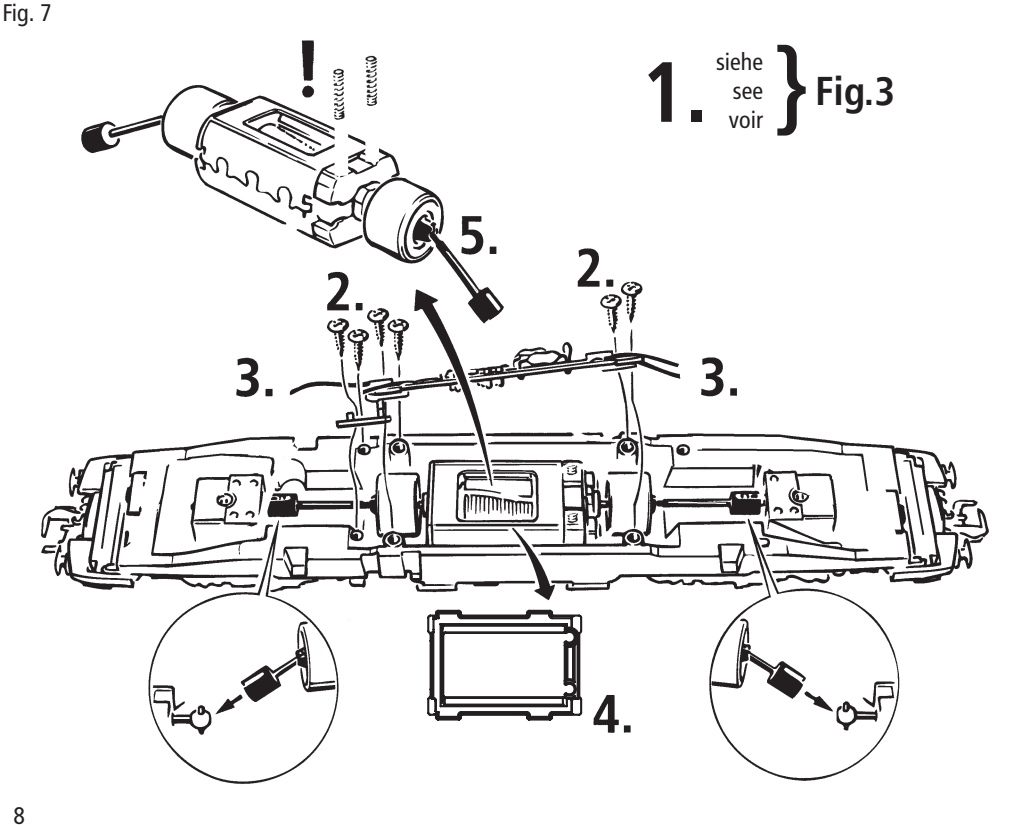

Fig. 8
3. Haftreifenwechsel: Zuerst den Getriebedeckel abnehmen (Fig. 8). Danach den **Radsatz** herausnehmen und die **Haftreifen** mit einer Nadel od. mit einem feinen Schraubendreher abziehen (Fig. 8). Beim Aufziehen der neuen Haftreifen darauf achten, dass diese sich nicht verdrehen.
3. Change of traction tyre: Remove the gear cover (fig. 8). Take out **wheel set** and remove **traction tyre** using a pin or a fine screwdriver (fig. 8). When pressing on the new traction tyre please **avoid twisting it**.
3. Échange des bandages d'adhérence: Démontez d'abord **le couvercle du carter des engrenages** des engrenages (fig. 8). Délogez ensuite les essieux bandagées et enlevez, à l'aide d'une aiguille ou d'un tournevis fin, les bandages d'adhérence (fig. 8). Lors du montage des nouveaux bandages veuillez veiller à ce que les bandages **ne soient pas tordu**.